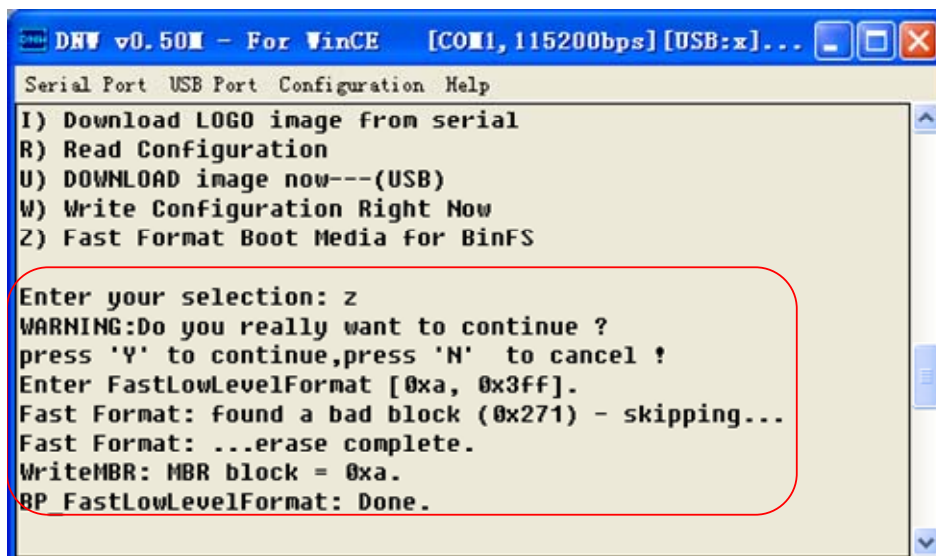

图4.13 格式化Flash
2. 在EBOOT功能选项中输入'Z'项，然后输入'y'进行确认。在输入'Y'后，不会再有提示，EBOOT将把NK区域格式化，如图4.13红色标注的信息。